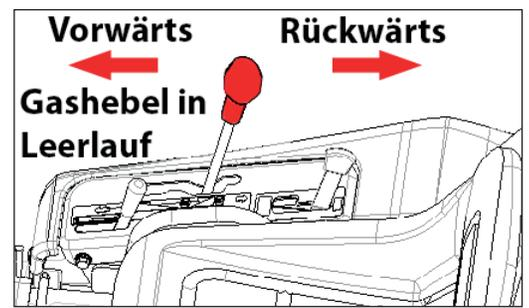

Abb. 25
- Schieben Sie den Geschwindigkeitsregelhebel für 10 Sekunden um die Hälfte nach vorn und hinten und stellen Sie ihn dann wieder in die neutrale Position (Abb. 25). Wiederholen Sie den obigen Vorgang fünfmal. Wenn der Geschwindigkeitsregelhebel bewegt wird, muss sich der Gashebel in der Position Leerlauf befinden.
- Prüfen Sie dann, ob sich im HST-Öltank keine Luftblasen befinden. Prüfen Sie, ob der Ölstand im Öltank den „Max. Stand“ erreicht hat. Wenn nicht, füllen Sie das Öl bis zur Position „Max.“ im Öltank auf (Abbildung 25).